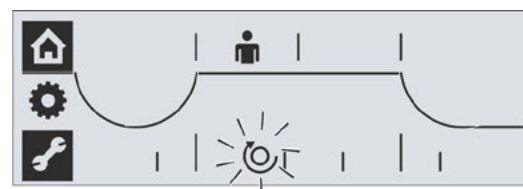

Fig. 3: Menuen Yderstillinger er aktiv, lukkeretning højredrejning
3. Vælg lukkeretning: Drej Drive Controller. I displayet skifter lukkeretningen - i eksemplet til højre fra venstredrejning til højredrejning (fig. 3).